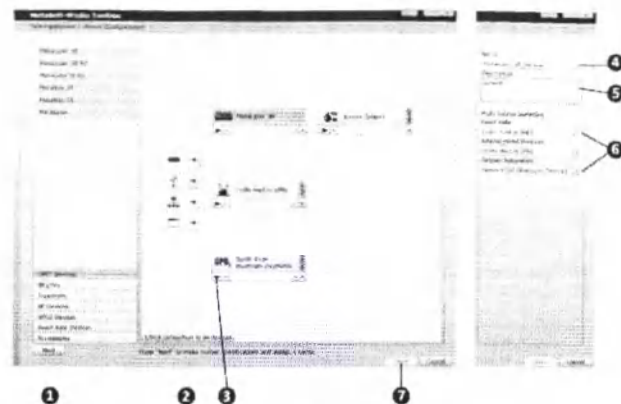

Рис. 31: Завершение конфигурации устройства
- Если настройка всех устройств завершена, сначала нажмите на кнопку [Check connection to all devices] (Проверить соединение всех устройств) ❶ (➡ рис. 31). Если настройка конфигурации ваших устройств была выполнена правильно, значки штекеров ❷ будут зеленого цвета. Если конфигурация выполнена неправильно, то значки штекеров проблемных устройств будут красного цвета и на экран будет выведено сообщение об ошибке. При необходимости выполните конфигурацию устройства повторно. После этого снова нажмите [Next] (Далее) ❸.
- В поле «Name» (Имя) ❹ введите название для вашей конфигурации устройств. Более подробную информацию вы можете ввести в поле «Description» (Описание) ❺.
- Если вы подключили несколько устройств, которые могут измерять ЧСС, артериальное давление и насыщение кислородом (напр., оборудование для ЭКГ и SpO_2), у вас появится возможность выбирать разные источники в меню настроек ❻ (➡ рис. 31) / (➡ рис. 32).
- Настройка конфигурации завершается ее сохранением путем нажатия кнопки [Save] (Сохранить) ❸ (➡ рис. 31).